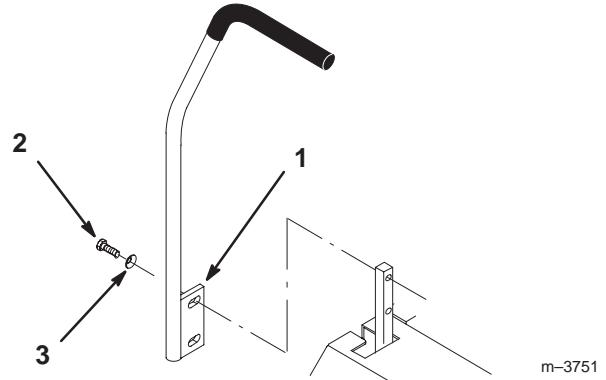

Figure 4
1. Retirez les 4 boulons (3/8 x 1 pouce) et 4 rondelles élastiques (3/8 pouce) qui fixent les leviers de commande de déplacement aux axes des bras de commande pour l'expédition (Fig. 4).
2. Placez les leviers (plaqué de montage dirigée vers l'arrière) à l'extérieur des axes des bras de commande et fixez-les en place au moyen des 4 boulons (3/8 x 1 pouce) et 4 rondelles élastiques (3/8 pouce) (Fig. 4).
4. Alignez l'avant et l'arrière des leviers, l'un par rapport à l'autre, en position point mort. Desserrez les fixations et réglez en faisant glisser/en inclinant le(s) levier(s) en avant ou en arrière jusqu'à ce qu'ils soient correctement alignés (Fig. 4).